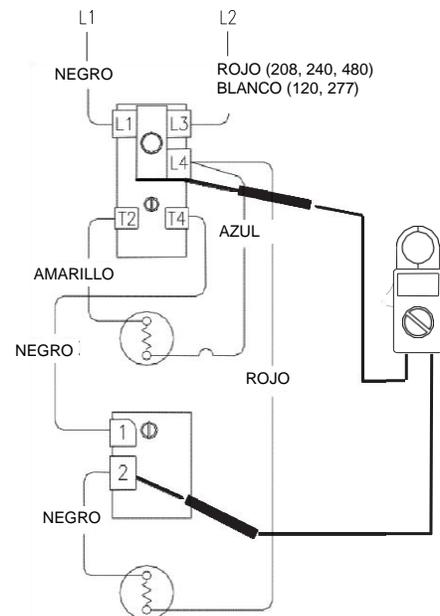

Figura 12
9. Compruebe el voltaje en el terminal L4 del termostato superior y el terminal 2 del termostato inferior (consulte la figura 12).
5. Compruebe los terminales L4 y 2 del termostato inferior (consulte la figura 12).